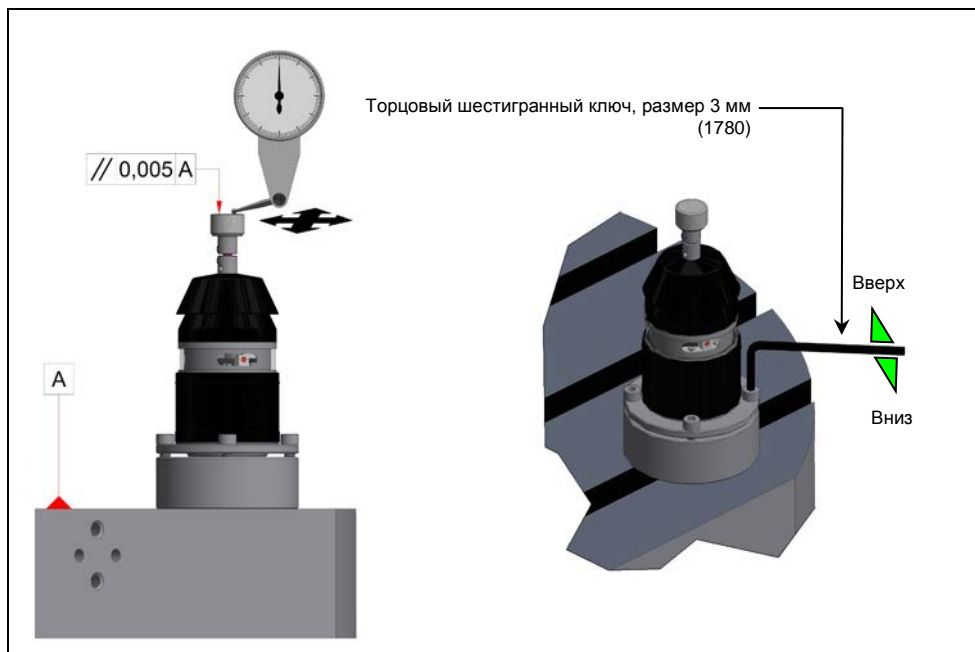

рис. 17 Выравнивание измерительной вставки
Для выравнивания измерительной вставки установленный в шпинделе измерительный прибор с чувствительным рычагом подводится к измерительной поверхности системы измерения инструментов (вручную), после чего она сканируется по оси X и по оси Y. Обнаруженное при этом отклонение должно быть < 5 мкм (см. рис. 17). Если отклонение больше, необходимо откорректировать положение измерительной вставки, как описано ниже.
1. Поворачивайте регулировочный винт торцовым шестигранным ключом размера 3 мм, чтобы опускать или поднимать систему измерения инструментов в соответствующей точке и, таким образом, корректировать ее наклон (см. рис. 17).